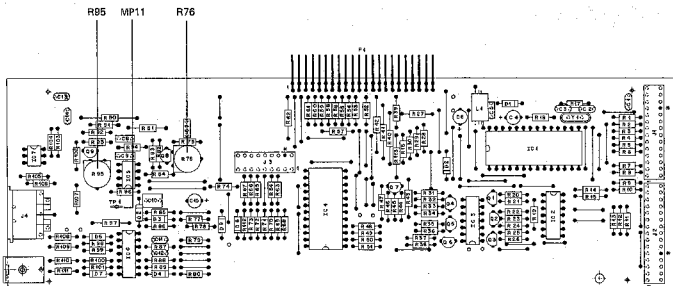

Fig. 4-7
- Pressez la touche de station 12 (97,925 MHz) et ajustez la tension au voltmètre à 1,8V +/-10 mV avec R95 (1.726.780, fig. 4.7).
- Appliquez 17mV de fem. à 98,0 MHz sur l'entrée antenne avec l'émetteur et ajustez l'indication d'intensité du signal sur 90dBf (0dBf = 0,274uV) avec R76 (1.726.780, fig. 4.7).